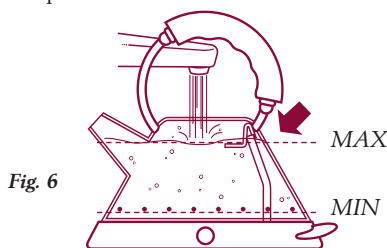

Fig. 6
- Não ultrapasse o nível máximo de água, correspondente a 1,5 litros (limite marcado pelo indicador de nível máximo que está colocado no interior da chaleira (fig.6). Enchendo a chaleira excessivamente, acima do nível máximo, há risco da água em ebulição sair pelo bico com perigo consequente de queimadura.